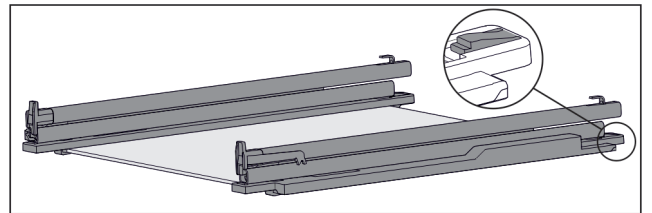

Fig. 121 带轨道和固定件的玻璃隔板
- ▶ 将固定件后部向下压(参见 Fig. 121)，同时向后推轨道。